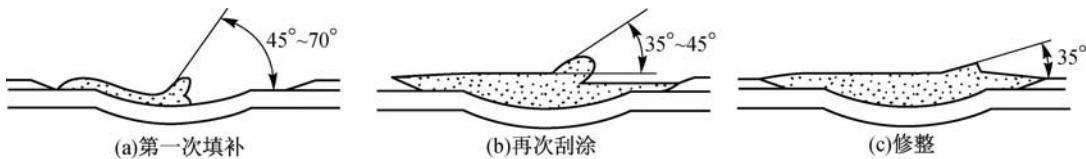

图 8-61 腻子的平面刮涂
①腻子的平面刮涂。平面局部修补腻子时,一般采用填刮的刮涂方法,如图 8-61 所示。